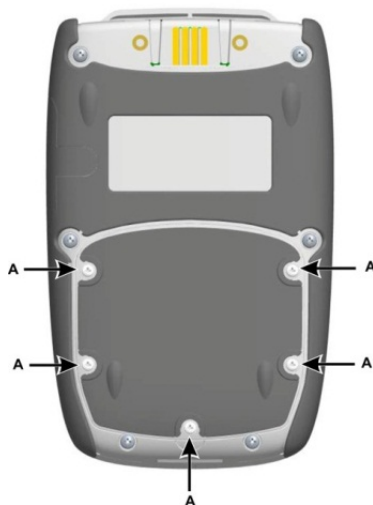

Рисунок 1-3: Установка аккумулятора
1. Снимите пять винтов со шлицем Pozidriv A (см. рис. 1-3).